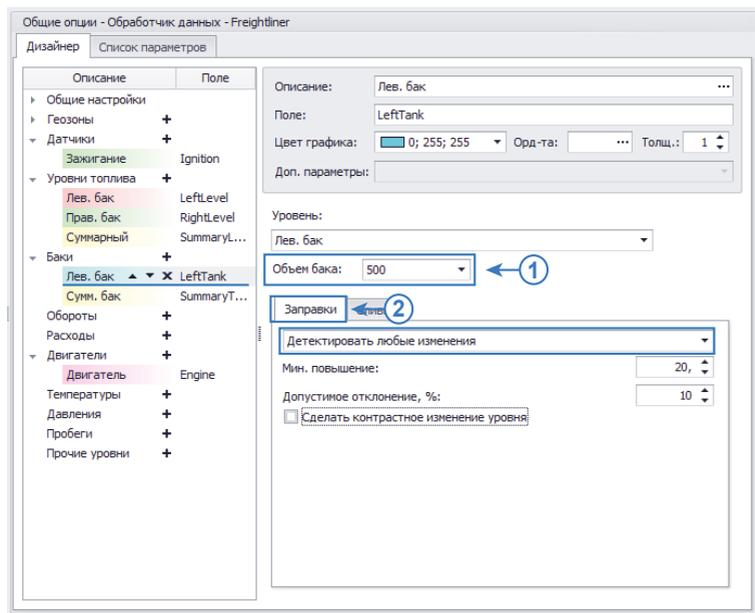

Рис.35. Настройка поиска заправок.
- В поле «Объем бака» необходимо задать общий объем бака, в литрах (Рис.35, п.1).
Для настройки поиска заправок необходимо перейти на вкладку «Заправки» (Рис.35, п.2) и выбрать способ вычисления заправок «Детектировать любые изменения». Затем настроить следующие параметры (Рис.35):